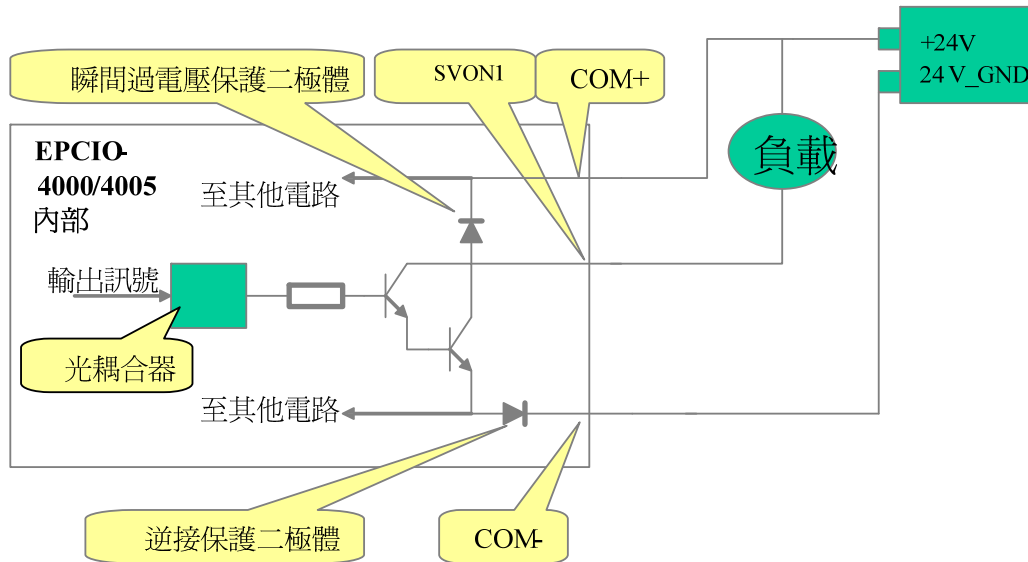

Fig.3-9
- 參考Fig.3-9，圖中電路是以SVON1輸出點為例，其他輸出點類推